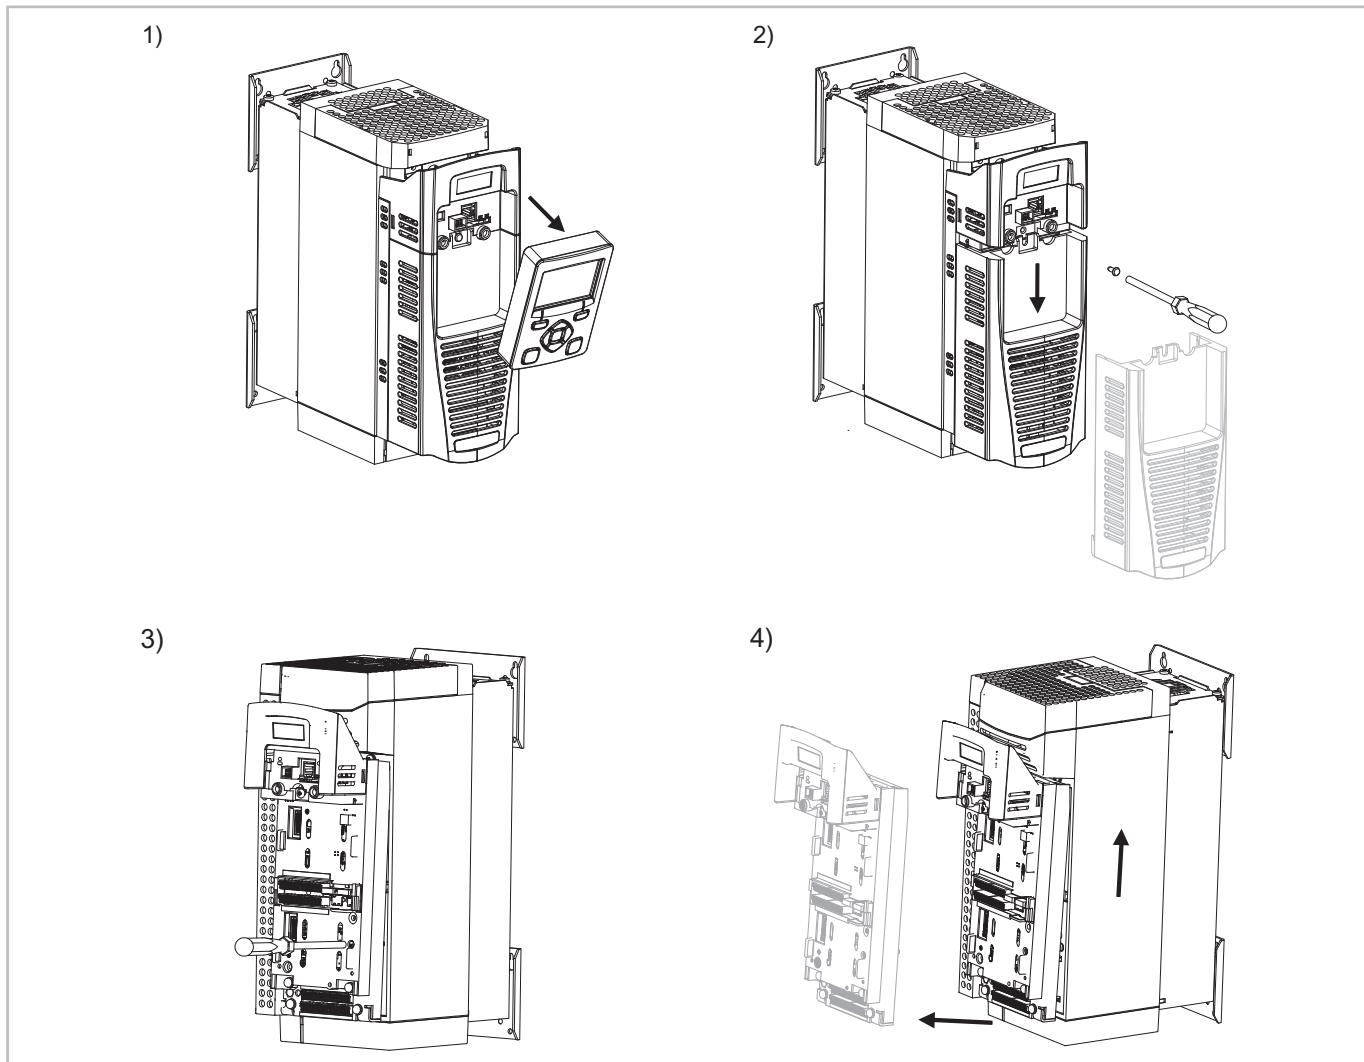
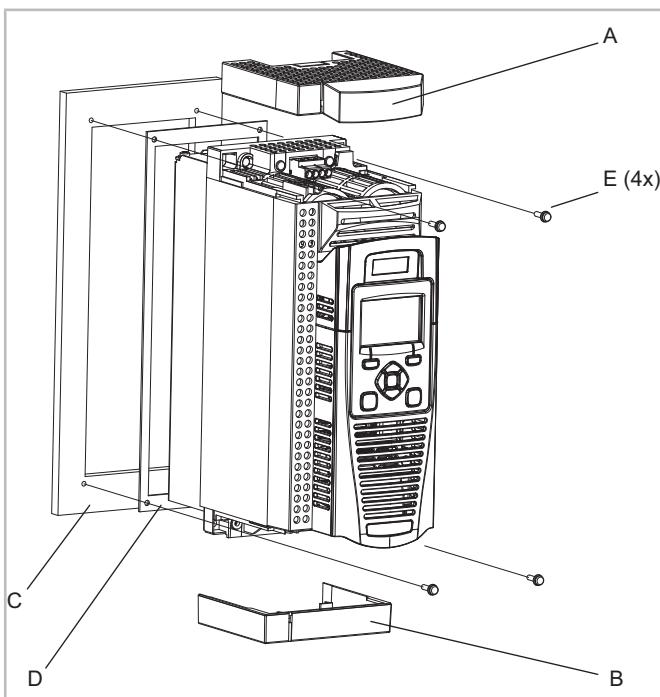

Fig. 7: Démonter le module de contrôle
Fig. 8: Vue détaillée montage traversant (à l'exemple du FDU)
Explications en images voir figure 7, page 94 et voir figure 8, page 95.
Pour que, sur ces types, le couvercle supérieur du corps puisse être coulissé vers l'avant et démonté, il faut d'abord démonter le module de contrôle (voir figure 7, page 94).
Démonter le module de contrôle (voir figure 7, page 94) :
Sur ces types, il n'est pas nécessaire de démonter le module de contrôle pour pouvoir retirer le couvercle supérieur du corps (voir figure 8, page 95).
- Insérer le tournevis dans la fente du couvercle inférieur du corps (B) et pousser légèrement vers la gauche. Le verrouillage se défait.
- Dans un sachet supplémentaire : Apposer le joint (D) intégré à la livraison autour du convertisseur de fréquences de telle manière que l'espace libre entre la paroi de l'armoire électrique (C) et le convertisseur de fréquences soit entièrement étanchéifié.
- Monter le convertisseur de fréquences VARIPACK à l'aide de 4 vis de fixation (E) à la paroi de l'armoire électrique (voir figure 8, page 95).
coulissé vers l'avant et démonté, il faut d'abord démonter le module de contrôle voir figure 7, page 94 et voir page 93).